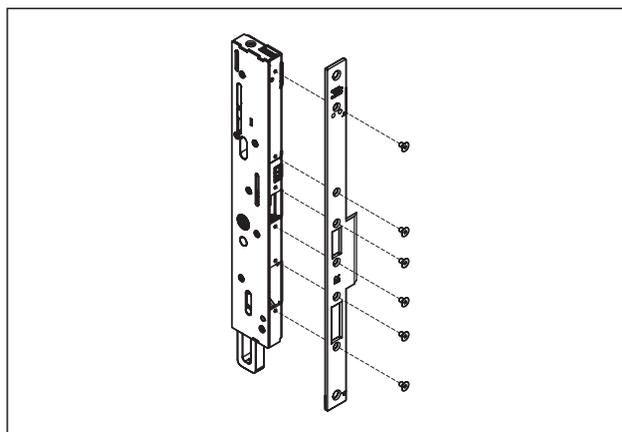

Abb. 31 Stulp anschrauben
2. Ggf. den Stulp mit 1,5 Nm an das Schloss schrauben (Abb. 31).